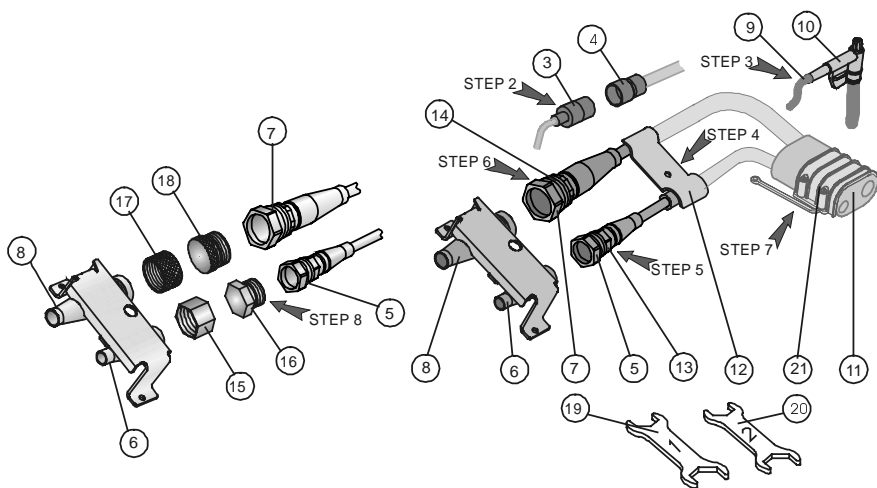

Figure 11
- ETAPE 2.** Débrancher le connecteur électrique (3) et l'enlever de son logement (4).
- ETAPE 3.** Séparer le tuyau de drainage (9) du bac de récupération (10).
- ETAPE 4.** Enlever le collier (12) en desserrant sa vis.
- ETAPE 5.** Desserrer le raccord haute pression (5) de la pièce avec lequel il correspond (6) en la dévissant de la façon suivante:
- Maintenir l'écrou hexagonal (13) à l'aide de la clé numéro 2 fournie (20) et dévisser avec la clé numéro 1 fournie (19) l'écrou hexagonal (5).
- Dévisser doucement l'écrou (5) et séparer les 2 pièces (5) et (6).
- ETAPE 6.** Desserrer le raccord basse pression (7) de la pièce avec lequel il correspond (8) en la dévissant de la façon suivante:
- Maintenir l'écrou hexagonal (14) à l'aide de la clé numéro 2 fournie (20) et dévisser avec la clé numéro 1 fournie (19) l'écrou hexagonal (7).
- Dévisser doucement l'écrou (7) et séparer les 2 pièces (7) et (8).
- ETAPE 7.** Enlever le collier du tuyau de raccordement (21) en desserrant sa vis.
- ETAPE 8.** Pour protéger les orifices du tuyau de tout matériel ou contamination, bouchez-les à l'aide des prises et des couvercles ; se référer à la figure 11. Insérez la prise (16) dans l'écrou (5), la prise (18) dans l'écrou (7). Mettre (15) sur la pièce (6) et mettre (17) sur la pièce (8). Resserrez légèrement tous ces éléments.